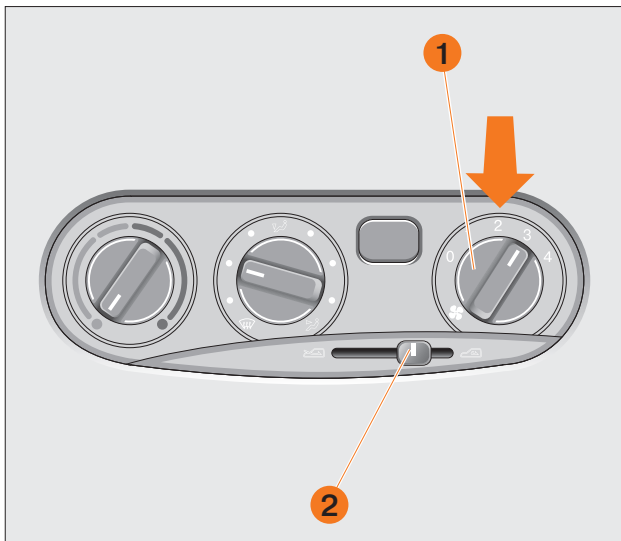
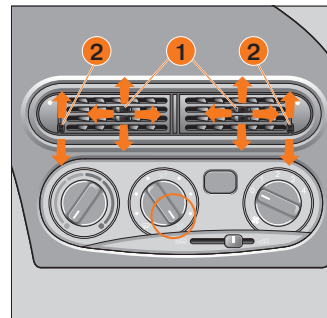
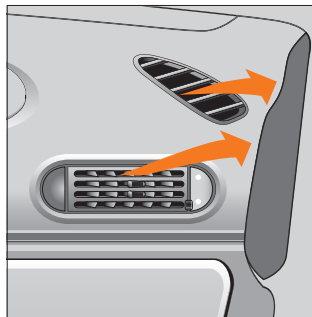
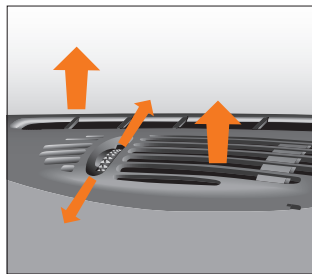

Рис. 53. Правый вращающийся переключатель
Рис. 55. Центральный дефлектор
Рис. 57. Дефлекторы подачи воздуха на стекла передних дверей
Рис. 58. Верхние решетки подачи воздуха на ветровое стекло
**Правый вращающийся переключатель: Обдув (вентилятор) (рис. 53, поз. 1).**
На рис. 53 поз. 2 показан **рычаг управления заслонкой рециркуляции воздуха:**
**Центральный дефлектор** (рис. 55). Направление подачи воздуха регулируется рычагами направляющих лопаток центрального дефлектора **1** путем изменения положения заслонок вверх или вниз, а регулятор интенсивности подачи воздуха **2** открывает или закрывает полностью центральные дефлекторы подачи воздуха. В зависимости от положения температурного переключателя обеспечивается комфортная температура верхнего пространства салона.
Для усиления притока воздуха включить вентилятор обдува и установить средний вращающийся переключатель в положение  (см. рис. 55).
**Дефлекторы подачи воздуха на стекла передних дверей (рис. 57).** Установите рычаг управления заслонкой в крайнее левое положение  (см. рис. 53) и средний вращающийся переключатель (см. рис. 55) в положение .
**Верхние решетки подачи воздуха на ветровое стекло (рис. 58).** Установите рычаг управления заслонкой в крайнее левое положение  (см. рис. 53) и средний вращающийся переключатель в положение .
Обязательно включить вентилятор (см. рис. 53).